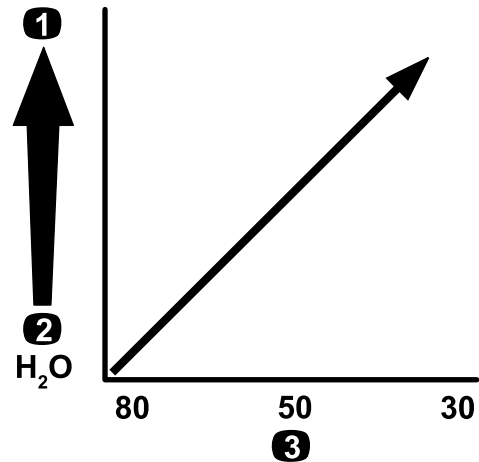

图 23
**重要事项** 当使用更高粘度更稠的化学品或含可湿性粉剂的溶液喷洒时可能需要使用适用于可选吸入式过滤器的更粗网孔请参阅**图 23**。